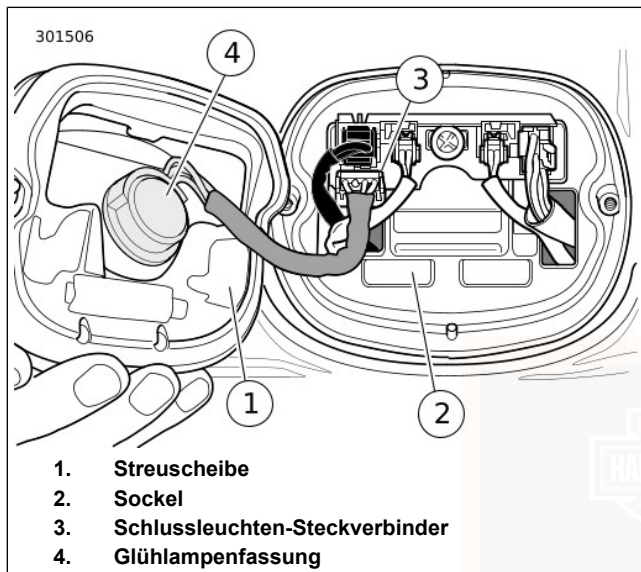

Abbildung 93. Schlussleuchtenbaugruppe
2. Siehe Abbildung 93. Den Schlussleuchten-Steckverbinder (3) abklemmen.
3. Die Glühlampenfassung (4) um eine Vierteldrehung nach links drehen und aus der Schlussleuchte nehmen. Die Glühlampe entfernen.
2. Siehe Abbildung 93. Fassung (4) in die Schlussleuchtenbaulampe einstecken. Eine Vierteldrehung im Uhrzeigersinn drehen.
3. Den Schlussleuchten-Steckverbinder (3) einstecken.